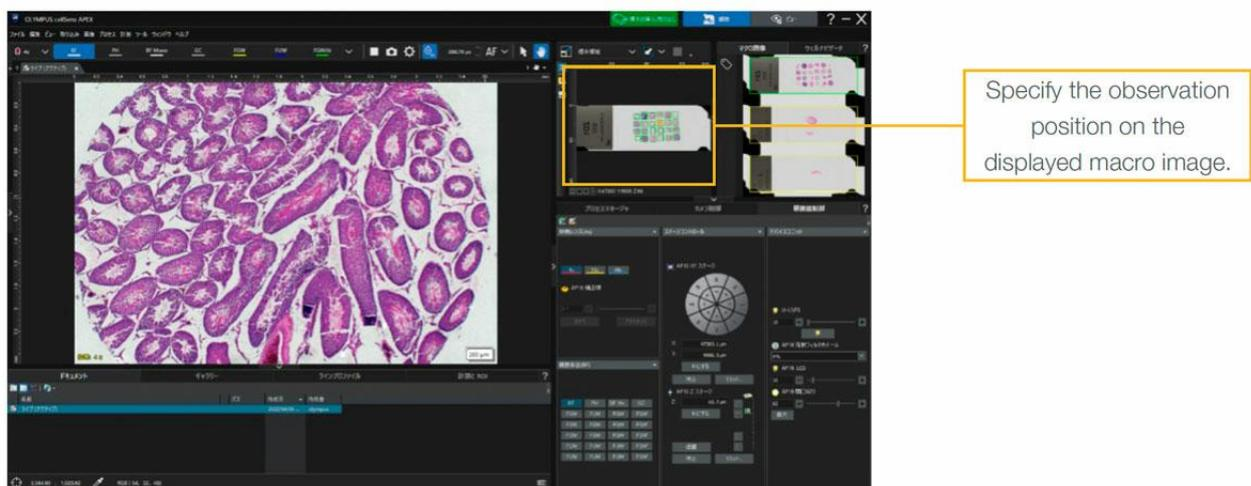

Abbildung 4. Die Benutzeroberfläche der cellSens APEX Software.
1. Bestimmung der Beobachtungsposition auf dem angezeigten Makrobild und schnelle Einnahme dieser Beobachtungsposition (Abbildung 4).